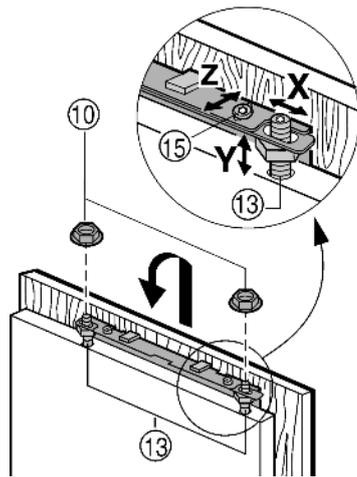

Fig. 15
- ▶ Möbeltür auf die Justagebolzen Fig. 15 (13) einhängen und Kontermuttern Fig. 15 (10) locker auf die Justagebolzen schrauben.
- ▶ Möbeltür in der Höhe Y und in der seitlichen Neigung ausrichten: Justagebolzen Fig. 15 (13) mit einem Schraubendreher einstellen.
- ▶ Kontermuttern Fig. 15 (10) anziehen.